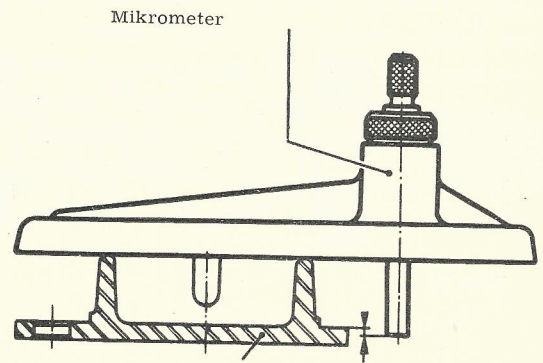

Bild 93
8. Damit die gesuchte Unterlagsdicke *provisorisch* festgestellt werden kann, wird das Mikrometer auf die Druckplatte gelegt. Der Messbolzen wird jedoch seitlich gehalten (Bild 93).